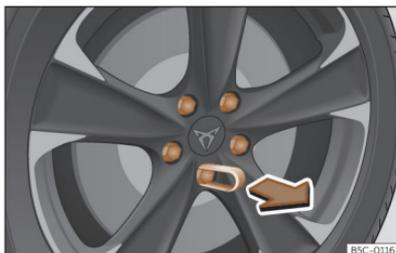

Fig. 198 Rueda: tornillos de la rueda con capuchones.
- Encaje la pinza de plástico (herramienta de a bordo >>> **fig. 177**) sobre el capuchón hasta que encastre >>> **fig. 198**.